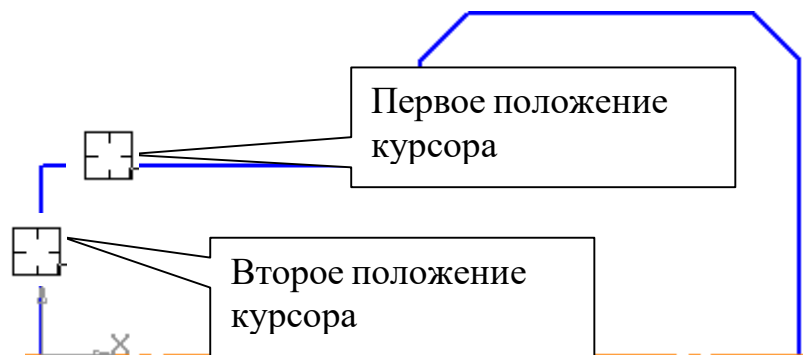

Рис. 8
- Для построения фаски с катетом 10 мм и углом 30° установите соответствующие значения в полях длины и угла. В данном случае для угла, отличающегося от значения 45° , важно правильно выбрать первое положение курсора. Так как величина «10» определяет горизонтальный размер, то необходимо первым указать горизонтальный отрезок, рис. 8.